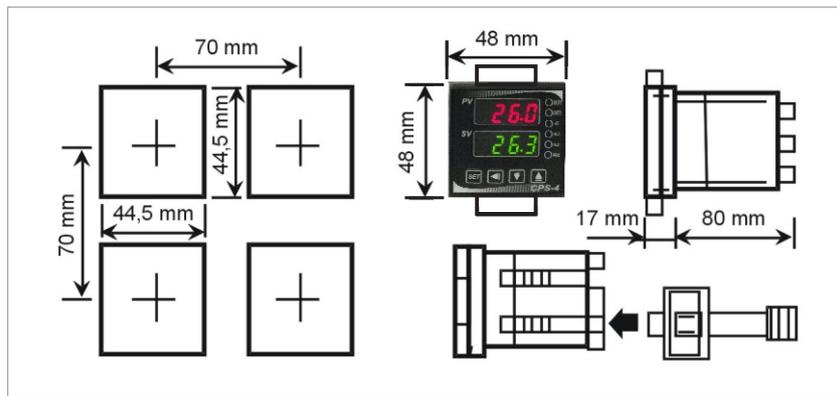

Figura 1 – Dimensões
O instrumento é fornecido em caixa de material plástico auto-extinguível de alto impacto, com dimensões reduzidas padrão DIN 48 x 48 mm. Inúmeros instrumentos podem ser instalados lado a lado, tanto na horizontal como na vertical respeitando-se os espaçamentos mínimos (Figura 1).Concebido com a mais alta tecnologia de componentes oferece alta imunidade a ruídos e interferências sendo perfeitamente indicado para uso em ambientes industriais.
1. Faça o rasgo no painel, conforme dimensões indicadas na figura 1;